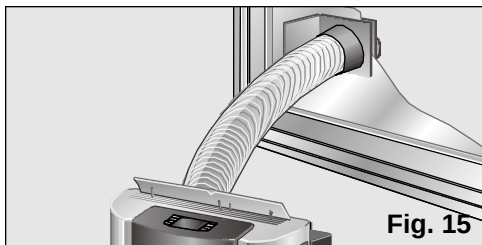

Fig. 15
- ☐ In het geval dat het gaat om een vaste installatie via een raam, gebruikt men alleen het transparante eindstuk van het onderdeel en moet er in het glas een opening gemaakt worden van 10,5 cm, **Fig. 15**.